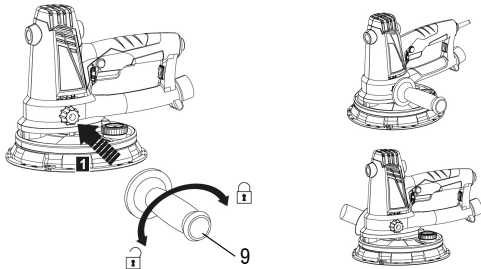

Fig. 2 – Montando el puño auxiliar
1. Apriete el puño auxiliar en el sentido de los punteros del reloj en una de las roscas de montaje, conforme Fig. 2;
2. Asegúrese de que el puño auxiliar (9) esté firmemente preso;